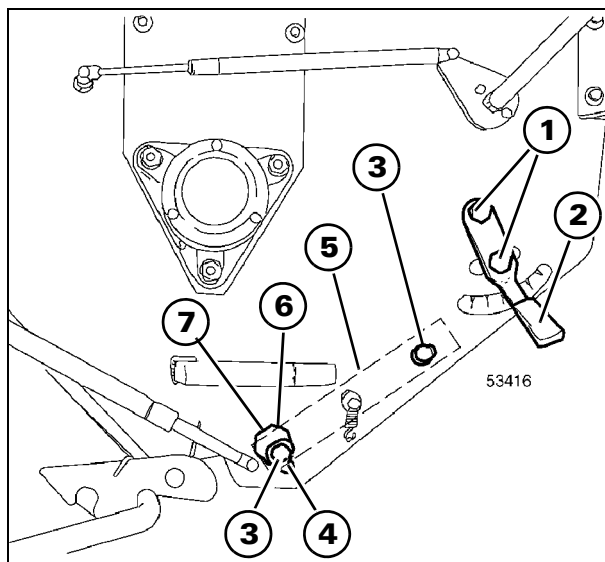
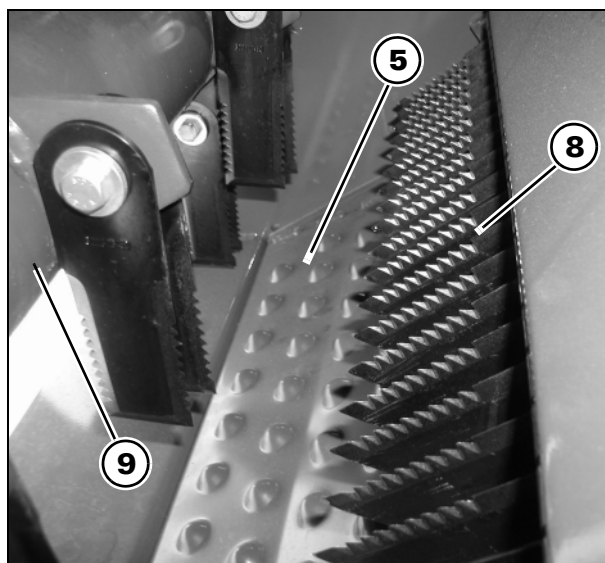

Рис. 30
Рис. 31
Рис. 30 и Рис. 31
- 1.) ослабьте ремень (17) с помощью рычага (18).
- 2.) Снизьте скорость вращения ротора соломорезки установив шкив (11) большего диаметра на существующий шкив (12) и затянув его винтами (13).
- 3.) Снимите приводной шкив (14) и поместите его в соответствующий корпус (15), прикрепив его к внутренней опоре узла муфты сцепления при помощи шайбы (16).
- 4.) Натяните ремень (17), установив рычаг (18) в соответствующий корпус (19), специально предназначенный для кукурузы.
- 5.) Отверните винты (3 Рис. 30) с обеих сторон.
- 6.) Поверните рубящую пластину (5 Рис. 30) на 180° таким образом, чтобы ее гладкая поверхность была обращена к ротору.
- 7.) Прикрепите рубящую пластину (5 Рис. 30) при помощи винтов (3 Рис. 30), законтив их в самом дальнем положении от ротора.
- 8.) Отверните винты (8) крепления дефлектора (9).
- 9.) **Только для уборки кукурузы:** Передвиньте дефлектор (9) вперед и зафиксируйте его при помощи винтов (8) для того, чтобы сердцевинки кукурузных початков не выбрасывались в направлении клавишного соломотряса.
- ПРИМЕЧАНИЕ:** Так как пластина дефлектора (9) движется свободно, с обеих сторон имеются зазоры: следите за тем, чтобы они не исчезли.
- 10.) Отверните винты (20) крепления крышки контрножа.
- 11.) Снимите крышку (21) и по одному извлеките контрножи (22).